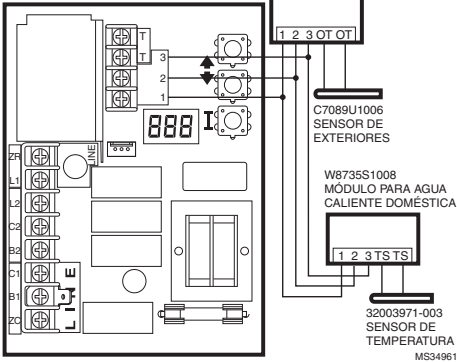

Fig. 6. Cableado del módulo de reinicio exterior y del módulo para agua caliente doméstica.
4. Para conectar el sensor al circuito impreso, presione el conector de la unidad del sensor sobre el conector de acoplamiento del circuito impreso (consulte la Fig. 6).